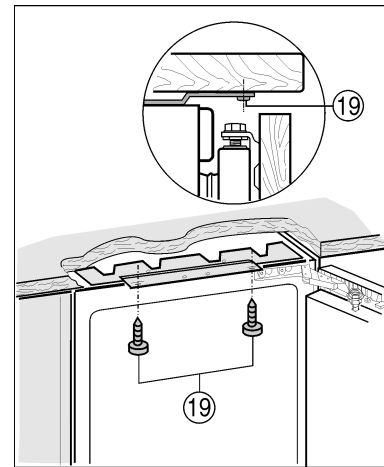

Fig. 13
- ▶ Met lange spaanplaat Schroeven Fig. 13 (19) boven vastschroeven.